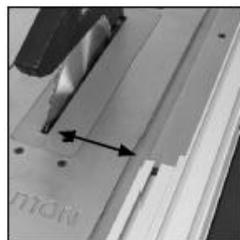

Рис. 45
- Мы рекомендуем настраивать и выравнивать заднюю часть лицевой накладки направляющей планки вровень с передней частью пильного диска (Рис. 45).